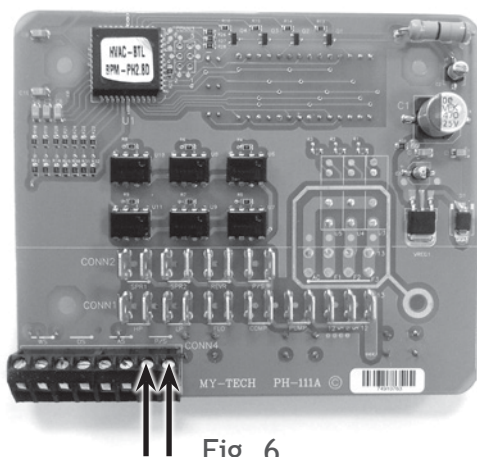

Fig. 6
4. À l'aide de deux câbles, raccordez le système de commande à la borne d'alimentation du panneau de contrôle. La figure 6 illustre comment raccorder les systèmes à distance à deux câbles du thermostat.